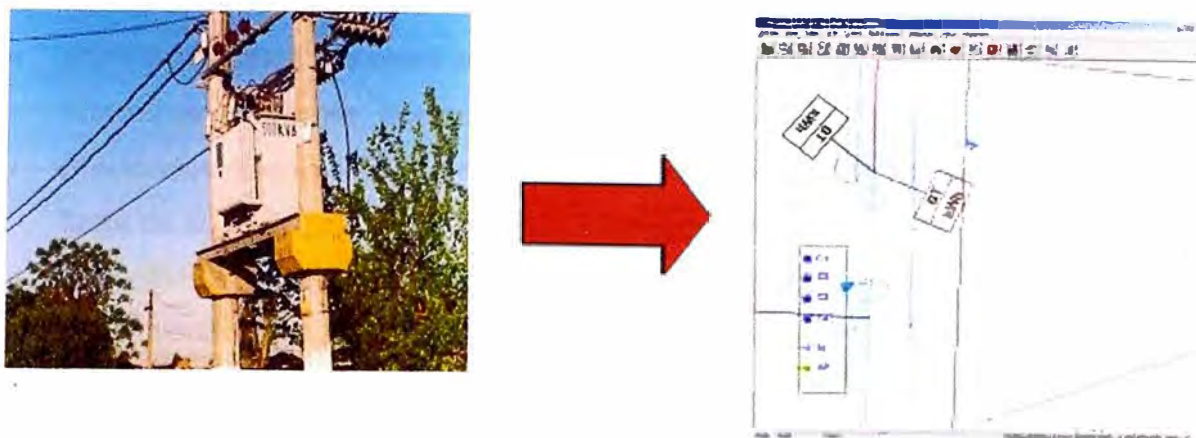

Figura 1.1
- Es una herramienta que permite la representación del mundo real en un sistema computacional, tal como se aprecia en la figura 1.1.